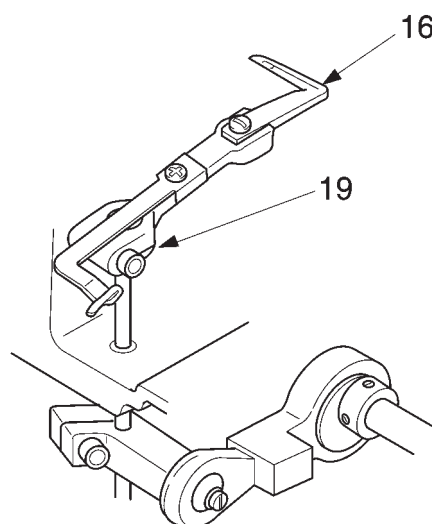

Рис. 38
- Поворачивайте маховик в нормальном направлении до тех пор, пока носик петлителя 2-ниточного цепного стежка 16 при движении влево не войдет в выемку над ушком иглы (D).
- Слегка ослабьте винт 19 рычага петлителя (рис. 38).